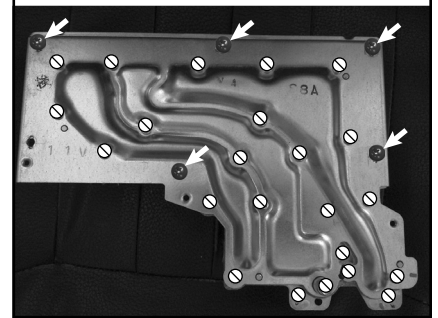

Figure 43
**AVIS: retirez uniquement les vis se trouvant sur le pourtour de la plaque de distribution, voir Figure 43**
Au besoin, voir Figure 43, p. 53.